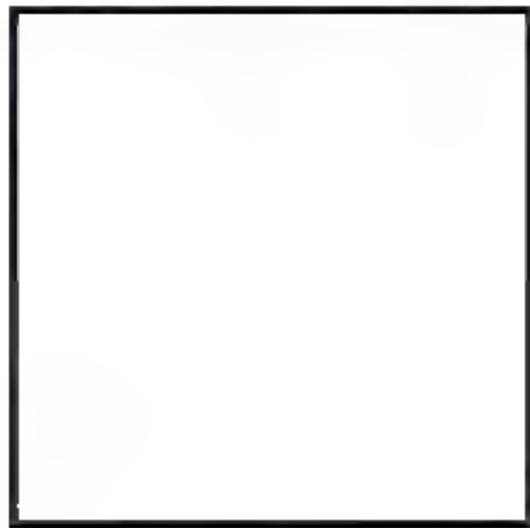

图3-108 绘制矩形
**01** 新建一个空白文件。调用REC【矩形】命令,绘制一个 $500 \times 500$ 的矩形,如图3-108所示。